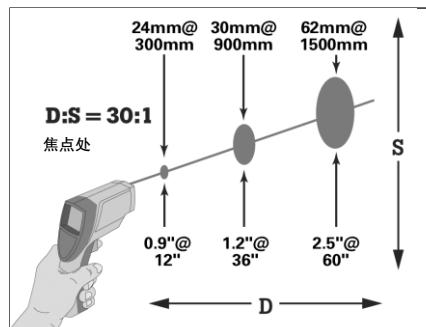

图 1: 在距离目标 5 m (15 ft.) 范围内使用 Fluke 66。距离越大，被测量区域将越大（大约为距离除以 30）。
- 在离开一段距离进行测量时，要根据距离与光点直径比来了解被测目标的尺寸 (参见图 1 和 2)。